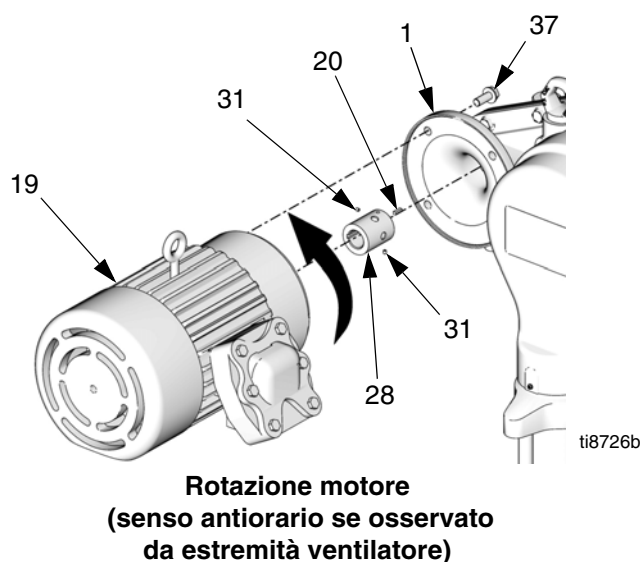
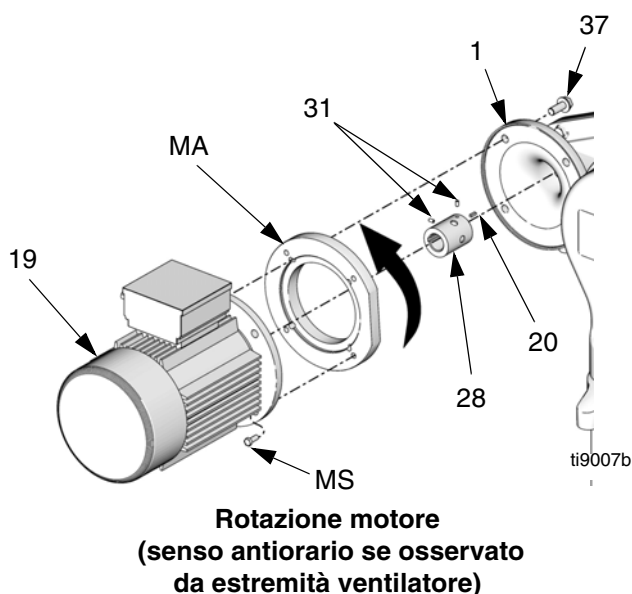

FIG. 20: Tutti i motori elettrici con telaio NEMA 182/184 TC
FIG. 21: Motori elettrici con telaio IEC 112M/B5 e 100L/B5
NOTA: vedere FIG. 20 per tutti i motori elettrici con telaio NEMA 182/184 TC. Vedere FIG. 21 per motori elettrici con telaio IEC 112M/B5 e 100L/B5.
NOTA: quando si installa un motore elettrico con telaio IEC 112M/B5 o 100L/B5, accertarsi che il raccordo del motore (MA) e le viti (MS) siano in posizione prima del montaggio del motore sul riduttore a ingranaggi. Vedere FIG. 21.